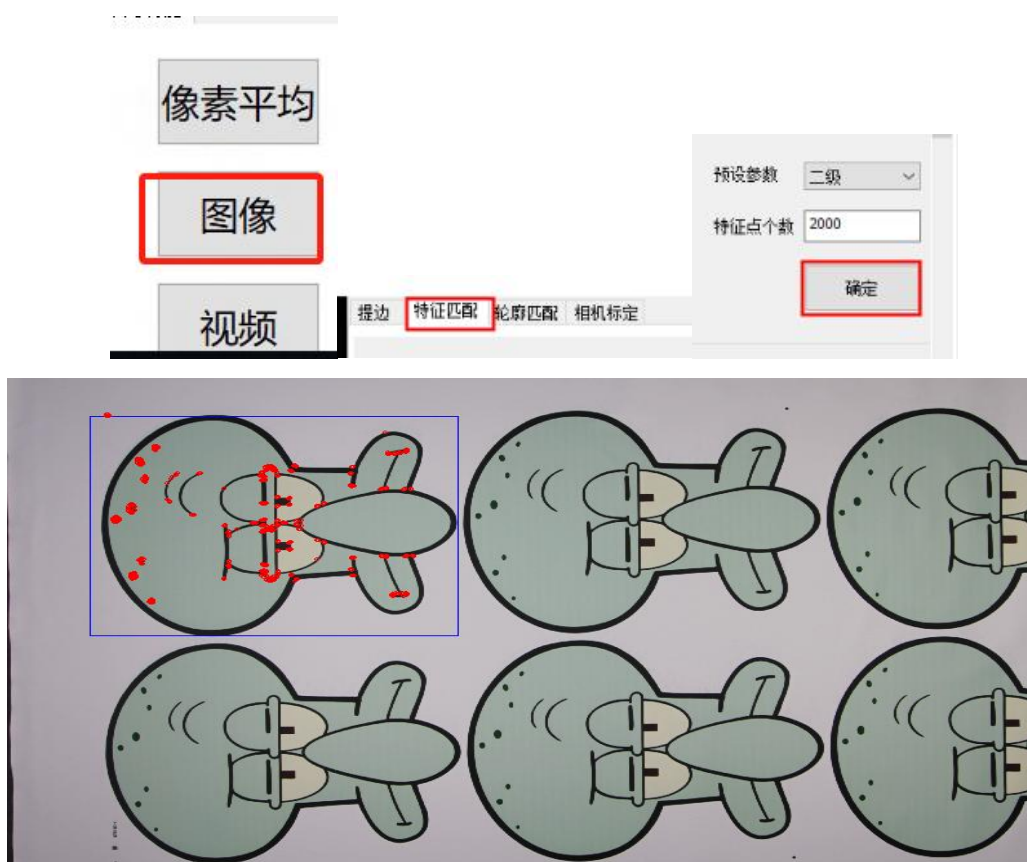

图 8-1 拍照绘制区域步骤 1
1) 单击“图像”，单击“模板”绘制一个图像区域（图 8-1）。在右侧菜单，“特征匹配”，选择特征，单击确定。